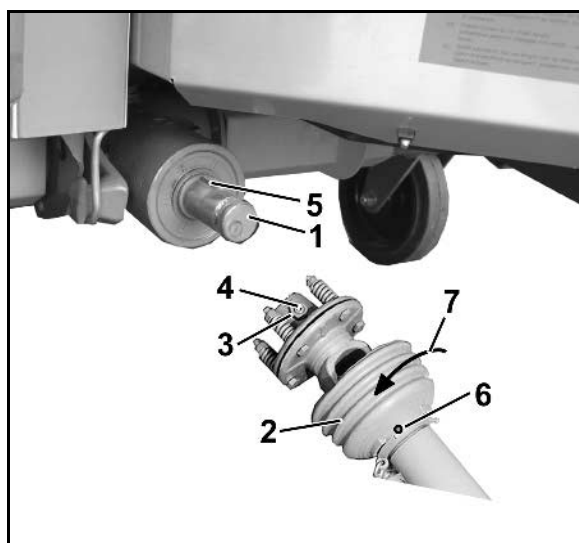

Рис. 35
2. Очистите первичный вал редуктора (Рис. 35/1).
4. Выверните фиксирующий винт (Рис. 35/6).
5. Поверните защитную воронку (Рис. 35/2) в положение для монтажа (Рис. 35/7).
7. Ослабьте контргайку (Рис. 35/3) на соединительной вилке фрикционной муфте (настолько чтобы установочный винт больше не выступал над контргайкой), выверните установочный винт с внутренним шестигранником (Рис. 35/4) и проверьте, легко ли надевается соединительная вилка на приводной вал.
Обращайте внимание на полное перекрытие призматических шпонок (Рис. 35/5)!
9. Зафиксируйте карданный вал от осевого смещения. Для этого прочно затяните торцовым шестигранным ключом установочный винт и законтрите гайкой (Рис. 35/3).
2. Ослабьте контргайку (Рис. 35/3) на соединительной вилке фрикционной муфты. Вывинтите установочный винт (Рис. 35/4).